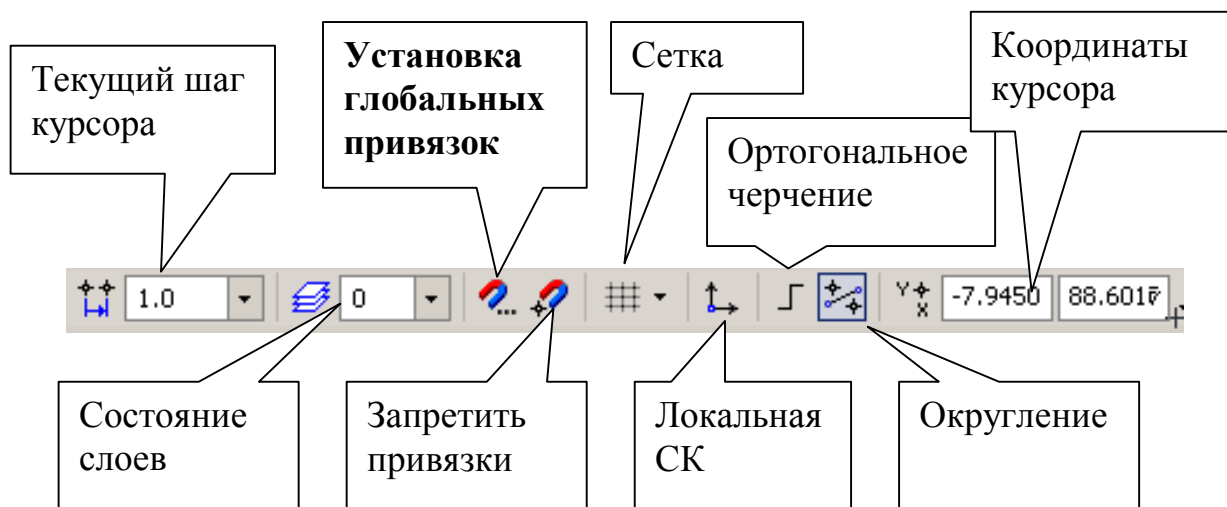
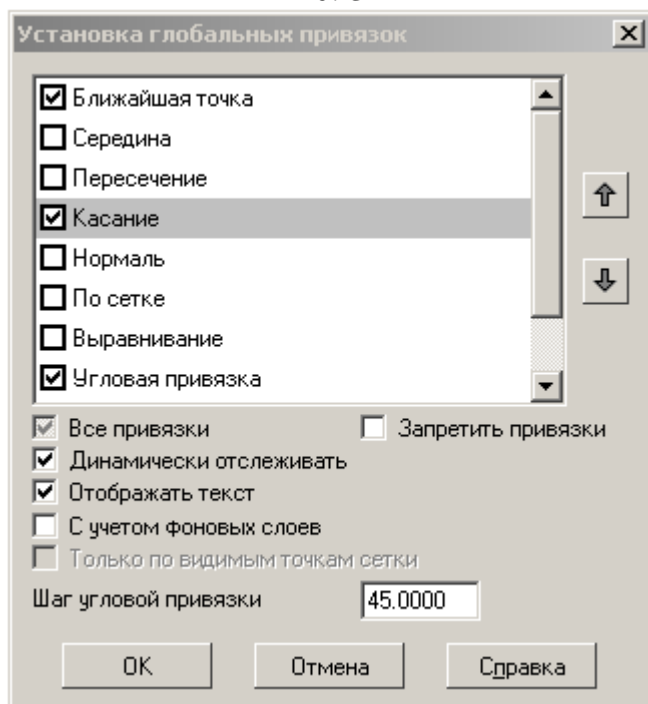

Рис. 34
Рис. 35
1. Нажатием кнопки **Установка глобальных привязок**, рис. 34, в **Строке текущего состояния** откройте диалоговое окно **Установка глобальных привязок**, рис. 35. Для выполнения задания достаточно двух привязок: **Ближайшая точка** и **Касание**. Отключите остальные привязки. У всех примитивов (отрезки, дуги, окружности и т. д.) есть характерные точки. Их можно увидеть в виде черных точек, если выделить элемент одним щелчком левой кнопкой мыши. Привязка **Ближайшая точка** реагирует на эти характерные точки.